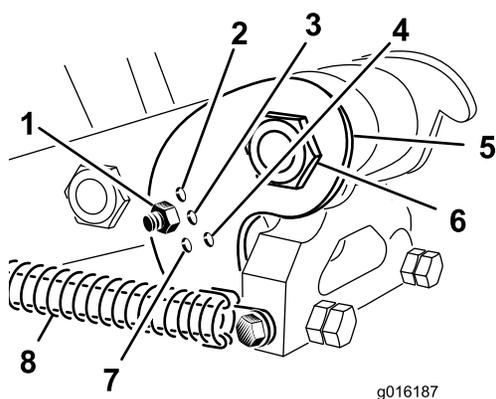

Figure 37
Régalez le support d'inclinaison (Figure 37) à la position correcte selon la longueur des louchets utilisés. La butée de la tête est réglée à l'une de cinq positions prédéterminées en choisissant le trou de boulonnage de la tige de réglage. Ces trous sont prédéfinis seulement ; par exemple, l'utilisation d'un louchet de 25,4 cm à la position 30,5 cm peut vous permettre d'obtenir une finition plus régulière, selon l'application.
- Décrochez le ressort de la tête d'aération (Figure 37).
- Retirez l'écrou et le boulon des trous de réglages du support d'inclinaison (Figure 37).
- Tournez le support d'inclinaison jusqu'à ce qu'il soit en face du trou voulu dans le bras, puis posez le boulon et l'écrou (Figure 37).